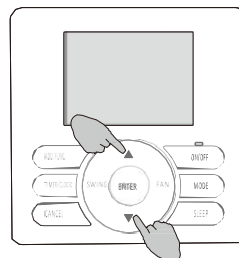

Рис. 2
2. Натисніть кнопку зі стрілкою вгору або вниз, щоб налаштувати код параметра, що зчитується користувачем. Докладніше див. в таблиці 1. Наприклад, зображення вище означає, що це повітропровід внутрішнього блока (див. рис. 2).